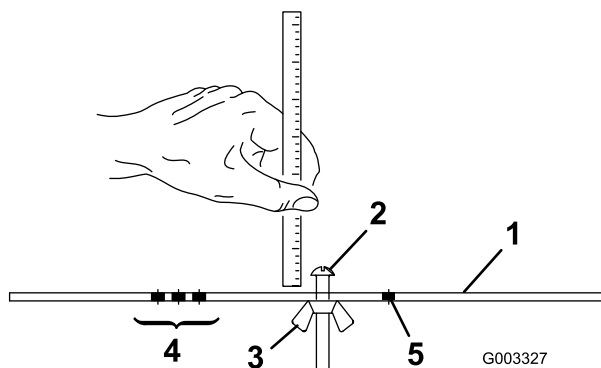

Bild 20
2. Lösen Sie die Mutter an der Messlehre (Bild 20) und stellen Sie die Einstellschraube auf die gewünschte Schnitthöhe ein.